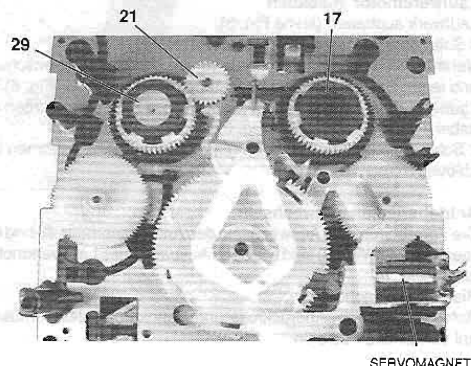

Fig. 12
- Bei Bedarf das Zahnrad 21 abziehen (Fig. 12).
- If necessary pull off the gearwheel 21 (Fig. 12).